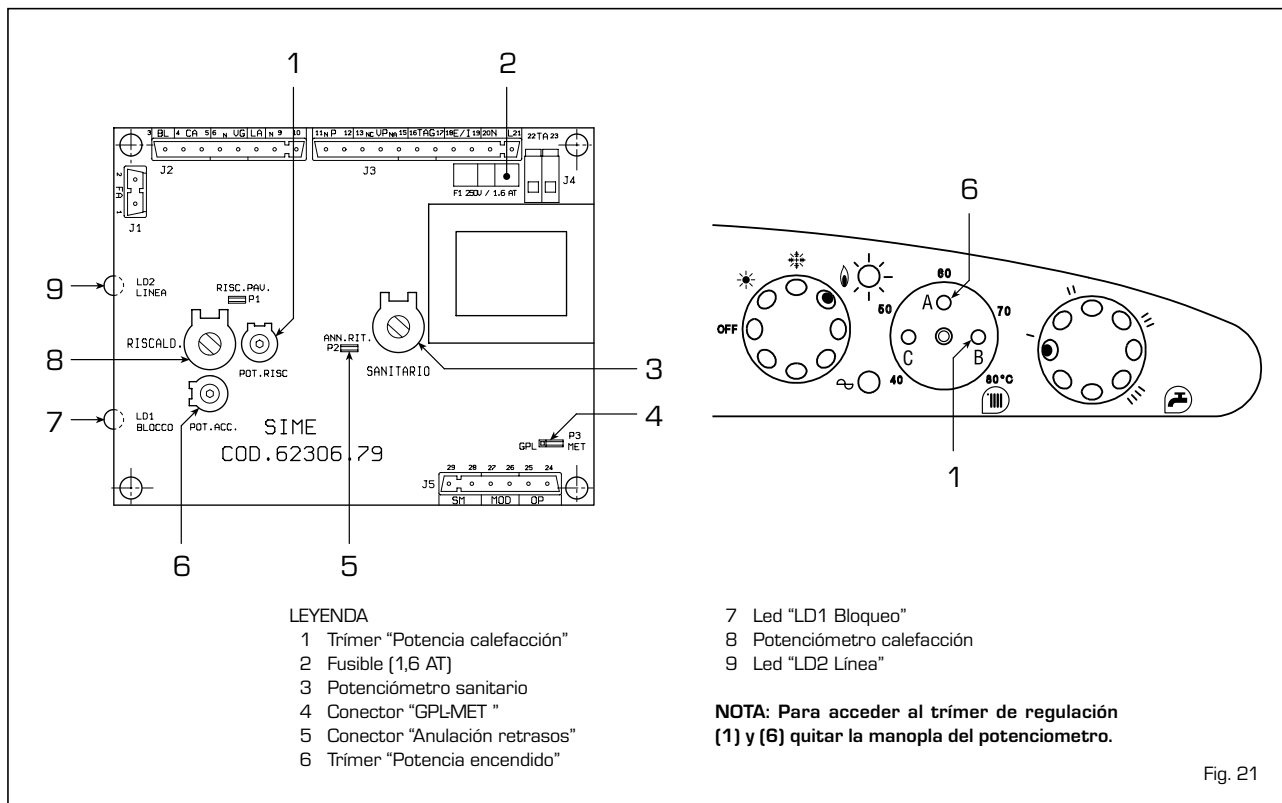

Fig. 21
El campo de regulación se encuentra entre 40 y 80°C. La potencia de calefacción puede variarse en función de las necesidades de la instalación regulando el trimer [1 fig. 21]. Al comenzar cada ciclo de trabajo, después del tiempo de encendido lento de aproximadamente 5 segundos, la caldera trabaja a la potencia de calefacción programada.
La ficha electrónica está provista de leds de control que señalan un funcionamiento irregular y/o no correcto de la caldera. Los leds se encuentran en la ficha y llevan las definiciones siguientes (fig. 21):
- Trimer "POT. RISC." [1 fig. 21]
- Trímer "POT. ACC." (6 fig. 21)
- Conector "GPL-MET" (4 fig. 21)
- Conector "ANN. RIT." (5 fig. 21)